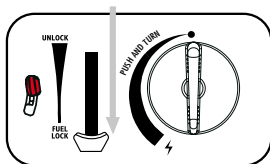
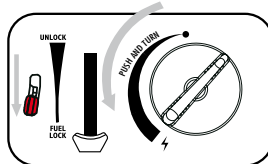

fig. 3
fig. 4
3. Tryck ner patronspaken (6) (fig.3) och stäng patronluckan.
4. Om du hör ett "väsande" ljud har patronen inte satts i korrekt. Försök inte att tända apparaten utan flytta spaken (6) till läget "Lås upp" och upprepa steg (1-4).
5. Tryck gasflödesspaken (fig.4) nedåt för att släppa ut gasen.
6. Vrid vredet (8) helt till tändningsläget tills det klickar. (fig.4) Upprepa denna åtgärd tills brännaren tänds.